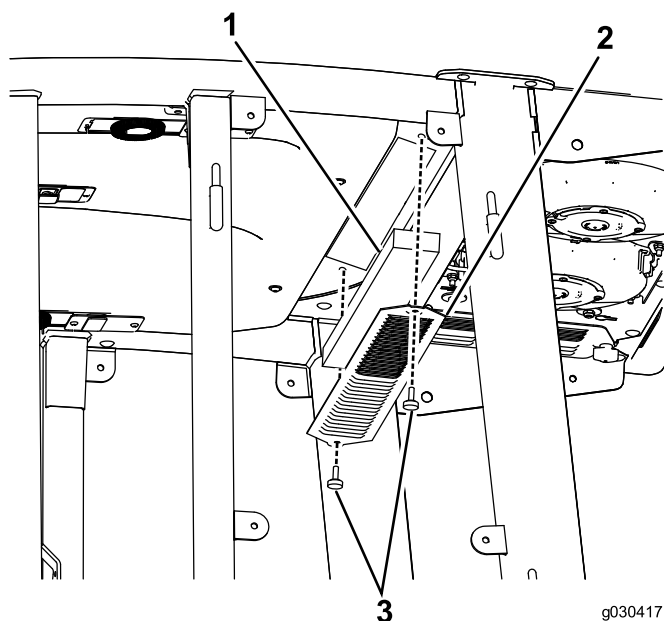
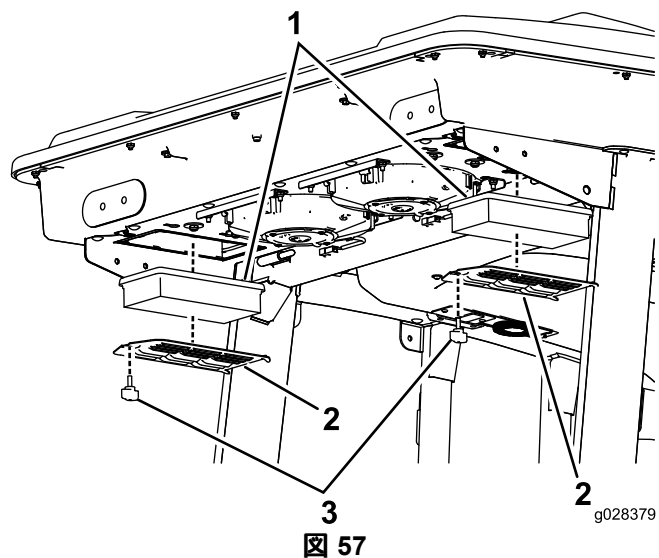
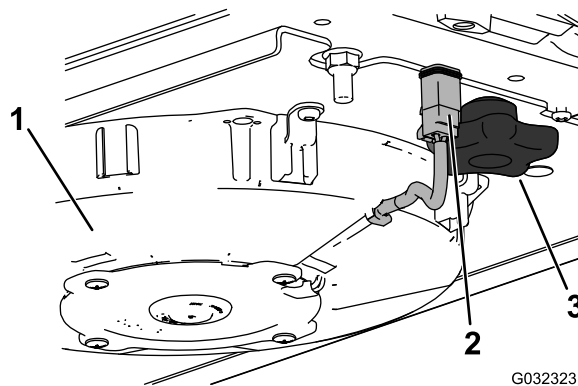

図 56
図 57
図 58
1. キャブ内とキャブ後部のエアフィルタについているつまみねじを外して、格子を取り外す 図 57と 図 56。
2. 各ファンの配線を外す 図 58。
3. ノブ2個を外してファンアセンブリを取り外す 図 58。
5. エアフィルタを取り外す 図 57を参照。
7. エアフィルタ、スクリーン、ファンアセンブリを取り付ける 図 57、図 59、図 58。
8. 各ファンの配線を元通りに接続する 図 58。